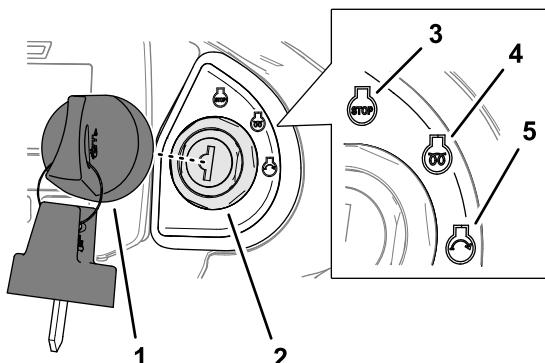

Figura 25
- Ruotate la chiave in posizione di spegnimento (Stop) (Figura 25).